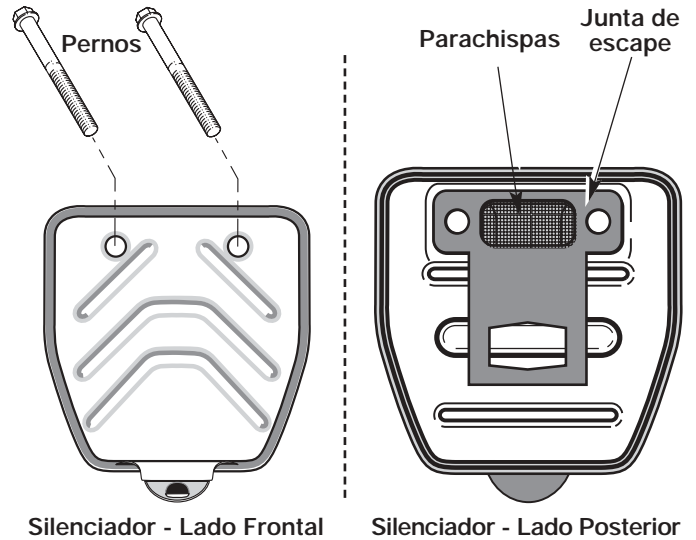

Fig. 28
2. Ubique el frente del silenciador y los dos (2) pernos que lo sujetan al motor (Fig. 28). Quite los dos (2) pernos con un destornillador de punta plana, una llave de tubo de 8 mm (5/16) o destornillador para tuercas. Hale el silenciador del motor.
3. Voltee el silenciador al lado posterior y ubique la junta de escape. Retire la junta de escape (Fig. 28).
7. Ponga la junta del silenciador contra el lado posterior del mismo. Alinee los orificios de los pernos de la junta del silenciador en el silenciador. Mientras sostiene la junta en su lugar, ponga los pernos en el lado frontal del silenciador (Fig. 28).